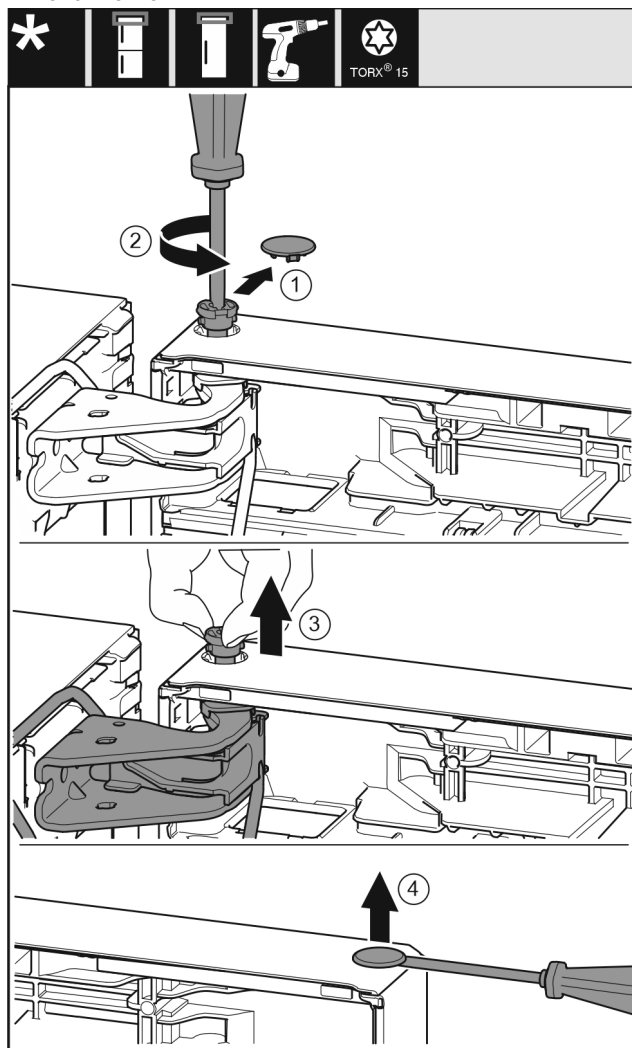

Fig. 22
- Vedä suojakansi varovasti irti. Fig. 22 (1)
- Kierrä tappia T15-ruuvimeisselillä hieman ulos. Fig. 22 (2)
- Pidä kiinni ovesta ja vedä tappi ulos sormien avulla. Fig. 22 (3)
- Kohota ovilaakeriholkin nastaa varovasti uraruuvimeisselillä ja vedä se ulos. Fig. 22 (4)